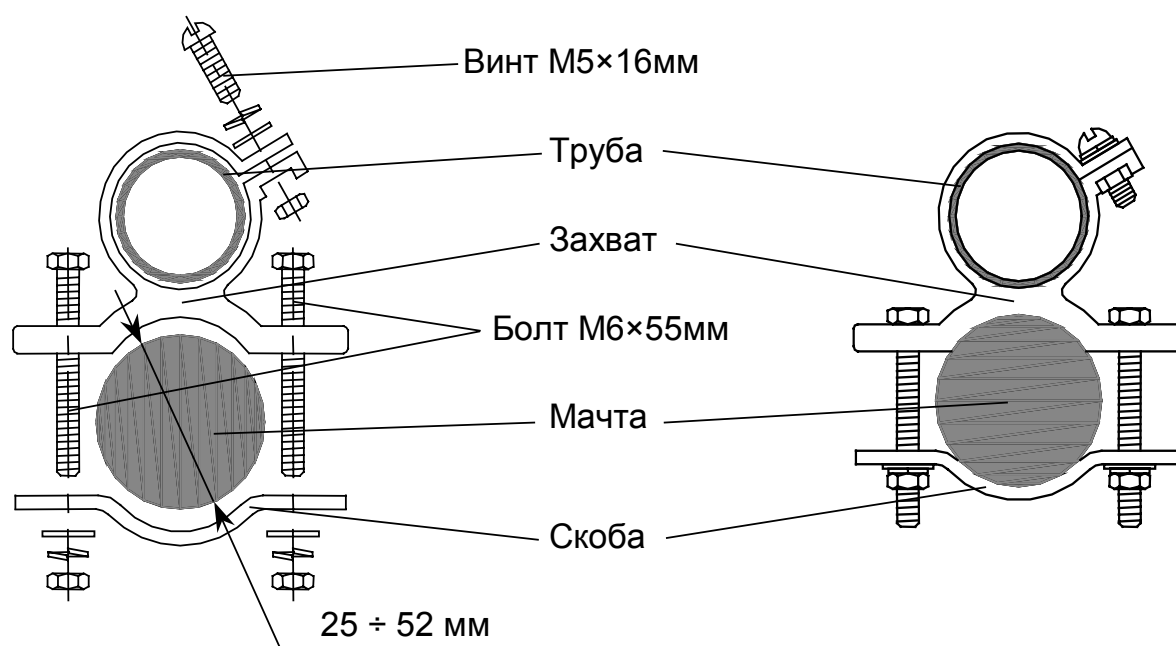

Рис. 5
- Установите на трубу захваты и зафиксируйте их винтами М5×16 мм с гайками (см. рис. 5). Установите трубу на мачту и закрепите ее с помощью скоб, болтов М6×55 мм и гаек, как показано на рисунке. Перед навинчиванием гаек обязательно установите плоские и пружинные шайбы в соответствии с рис. 5.